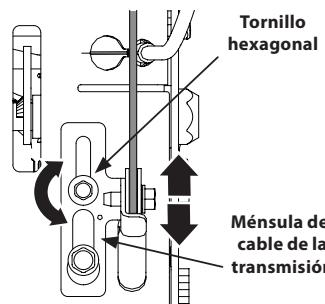

Figura 2-62
- Afloje el tornillo hexagonal superior del soporte del cable de la transmisión. Consulte la Figura 2-62.